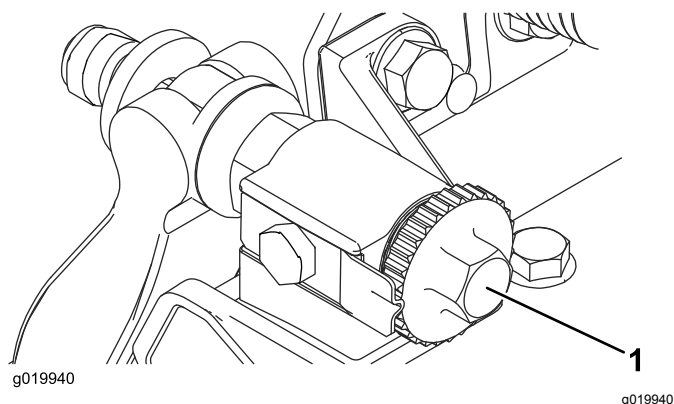

図 17
1. カッティングユニットを平らな水平の作業台の上に置く。ベッドバー調整ねじを左に回してベッドナイフとリールの接触をなくす図 17。